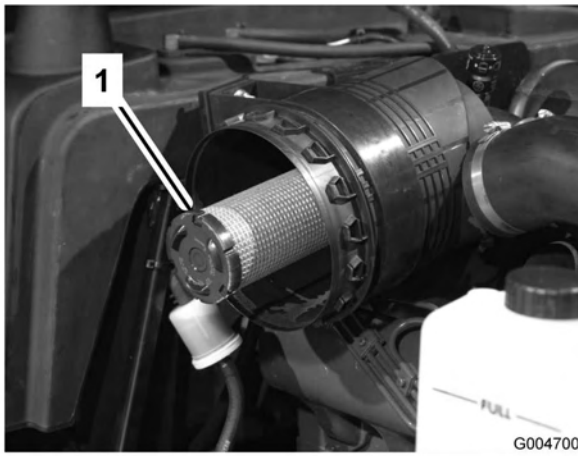

Figure 48
3. Enlevez l'élément principal (Figure 47). Il est déconseillé de nettoyer les éléments usagés car cela risque d'endommager le matériau du filtre. Vérifiez que le nouveau filtre est en bon état ; contrôlez l'extrémité étanche du filtre et le corps. N'utilisez pas l'élément s'il est endommagé. N'enlevez **pas** l'élément de sécurité (Figure 48).
Important: N'essayez jamais de nettoyer l'élément de sécurité (Figure 48). Remplacez-le une fois sur trois, quand vous effectuez l'entretien de l'élément principal.